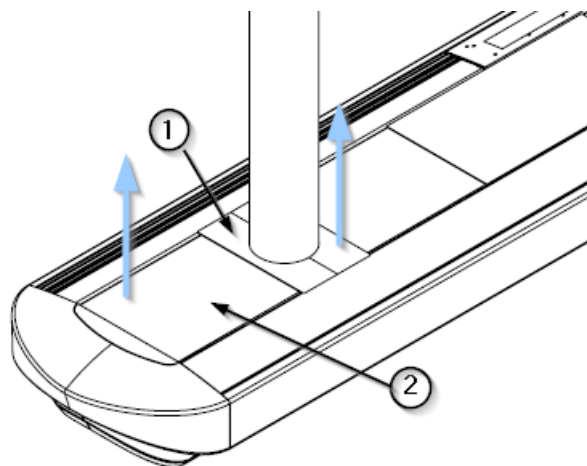

Abb. 8 Entfernen der Abdeckungen vom Hauptkörper
- Entfernen Sie mit Hilfe eines flachen Werkzeugs und unter Vorsicht, die Lackierung der oberen Abdeckungen nicht zu beschädigen, die unteren Abdeckungen der Fallrohre ①, diese sind aufgedrückt. Siehe Abbildung 8.
- Entfernen Sie nun mit den Händen die oberen Abdeckungen des Hauptkörpers ②, die ebenfalls aufgedrückt sind. Siehe Abbildung 8.